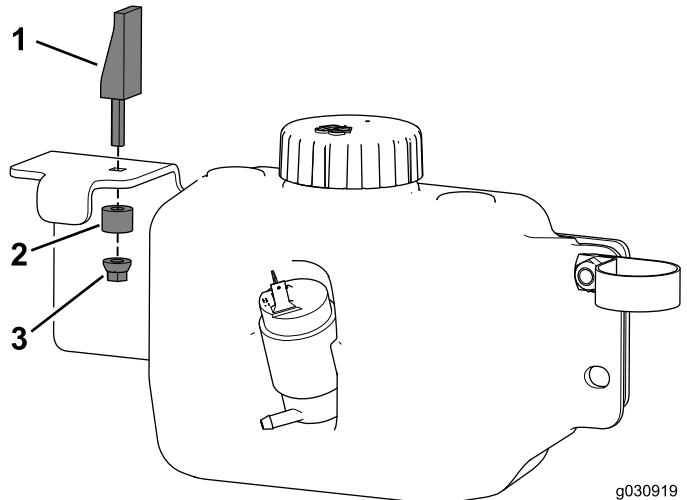

Figura 35
4. Instale o conjunto do trinco à montagem do depósito (Figura 35).